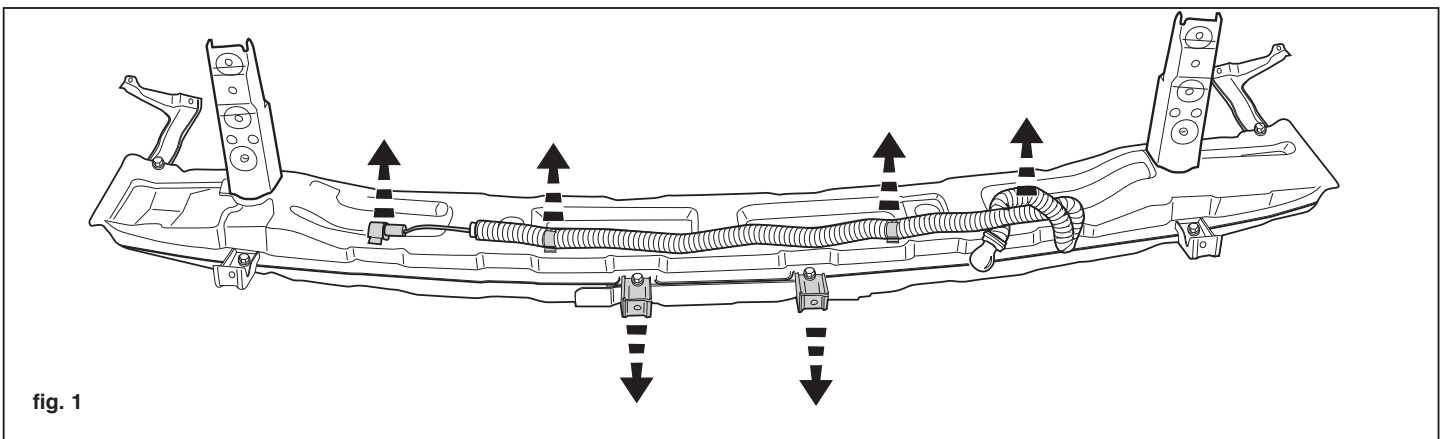

fig. 1
1. Remove the towing eyes on the left and right-hand sides. Remove the bumper, including the inner fittings, after first removing the rear fog lights. Do not forget about the wiring. Remove the steel inner fittings from the bumper (also remove polystyrene). Loosen the rear fog light wiring from the steel inner fittings. Dismount the two supports from the steel inner fittings. See figure 1. The towing eyes - as well as the steel inner fittings - will not be replaced.
1. Links und rechts die Schleppöse entfernen. Die Stoßstange einschließlich Innenverkleidung abmontieren. Zu diesem Zweck erst die Nebelrückleuchten abmontieren. Denken Sie an die Verkabelung. Die Stahlinnenverkleidung aus der Stoßstange entfernen (Polystyren auch abnehmen). Die Verkabelung für die Nebelrückleuchten von der Stahlinnenverkleidung entfernen. Die zwei Halterungen von der Stahlinnenverkleidung entfernen. Siehe Abb. 1. Die entfernten Schleppösen und die Stahlinnenverkleidung werden nicht mehr benötigt.
1. Zdemontować uchwyty holownicze z prawej i z lewej strony. Zdemontować zderzak wraz z obudową wewnętrzną. W tym celu należy zdemontować światła przeciwmgielne uważając na połączenia przewodów. Zdemontować stalowe wzmocnienie zderzaka jak również polistyrenowe. Zdjąć okablowanie tylnych świateł przeciwmgielnych ze stalowego wyposażenia wewnętrznego. Zdjąć dwa wsporniki ze stalowego wyposażenia wewnętrznego. Patrz rysunek 1. Uchwyty te i wzmocnienie stalowym nie będą ponownie wykorzystywane.